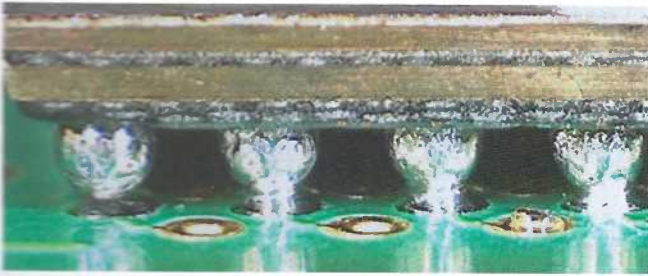

Bild 8-165
- Eine Einschnürung in der Lötverbindung zeigt, dass die Lotkugel und die aufgebrachte Lotpaste nicht zusammengeflossen sind, siehe Bild 8-165.